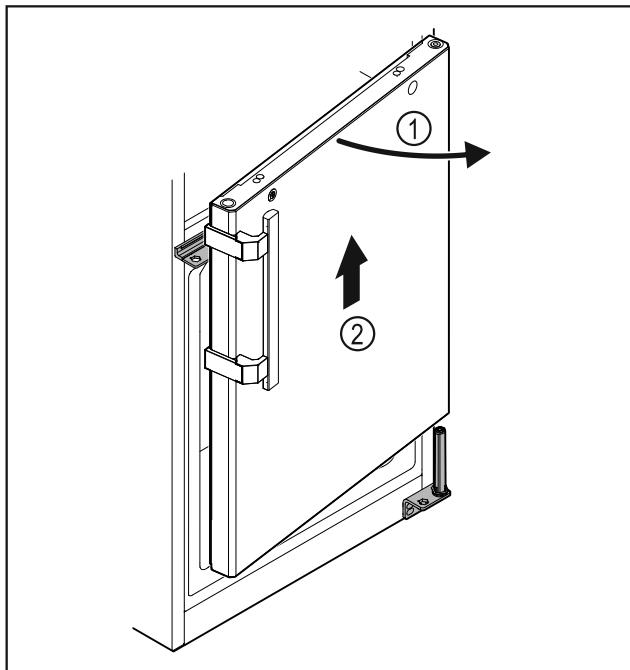

Fig. 34
- Отворете леко вратата Fig. 34 (1), повдигнете приблизително 200 mm право нагоре и я свалете Fig. 34 (2).